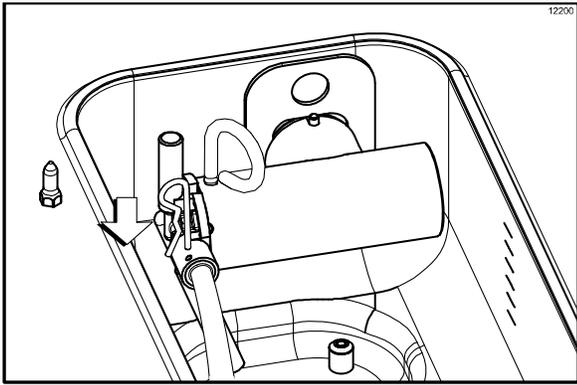

图 167
2. 当奶浆停止流入冷冻缸时，取下抽料泵出料口管接头上的开尾插销，将奶浆进料管的出口端插入储料槽内的奶浆进料孔，将奶浆进料管的入口端插入抽料泵的出料口管接头上。用开尾插销固定。（见图 167。）